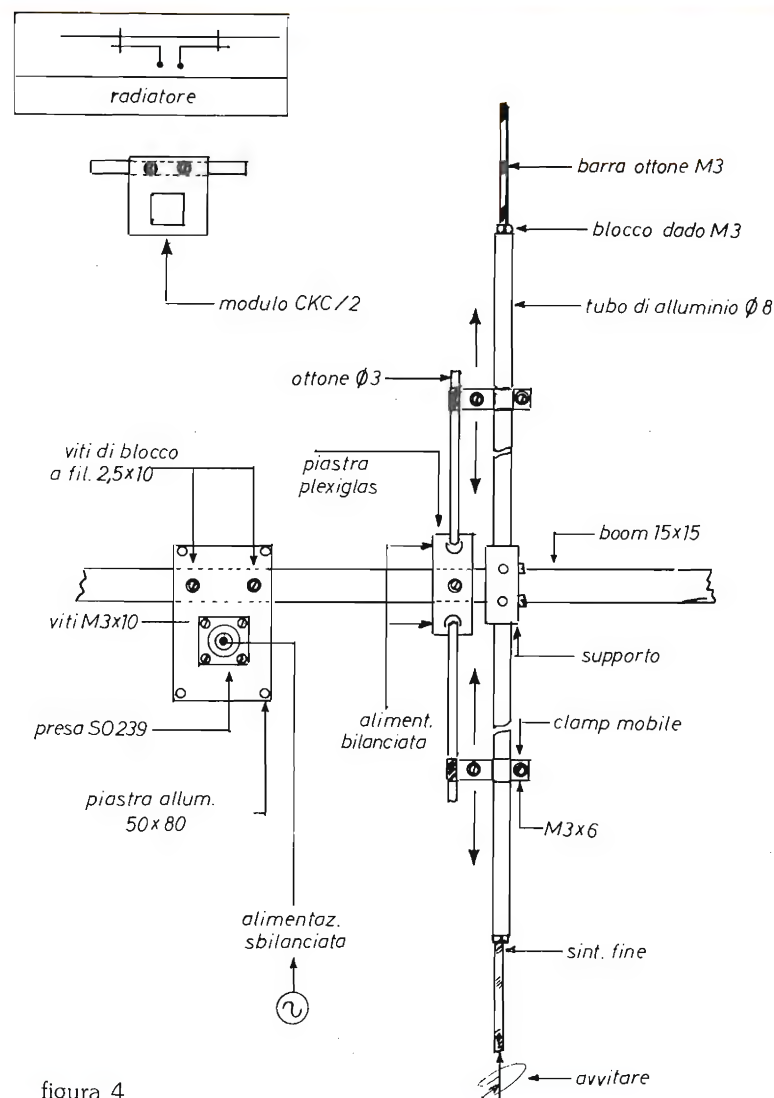

figura 4
La presa coassiale è assemblata su una basetta in lamierino di alluminio 8/10 come già detto in precedenza parlando della scatola TEK0 misura minima. Su di essa si ricava un foro da $\varnothing 16$ mm per la presa coassiale tipo SO 239 se si lavora in VHF oppure tipo BNC se si lavora in gamma UHF... Una coppia di fori è indispensabile per le viti autofilettanti di fissaggio della stessa al boom di antenna. Vedi figura 4.
N.B.: Ad assemblaggio perfezionato il tutto si presenta come nella figura 4. La piastra di alluminio con la presa coassiale tipo SO 239 è opzionale, e dipende dal tipo di alimentazione scelta.